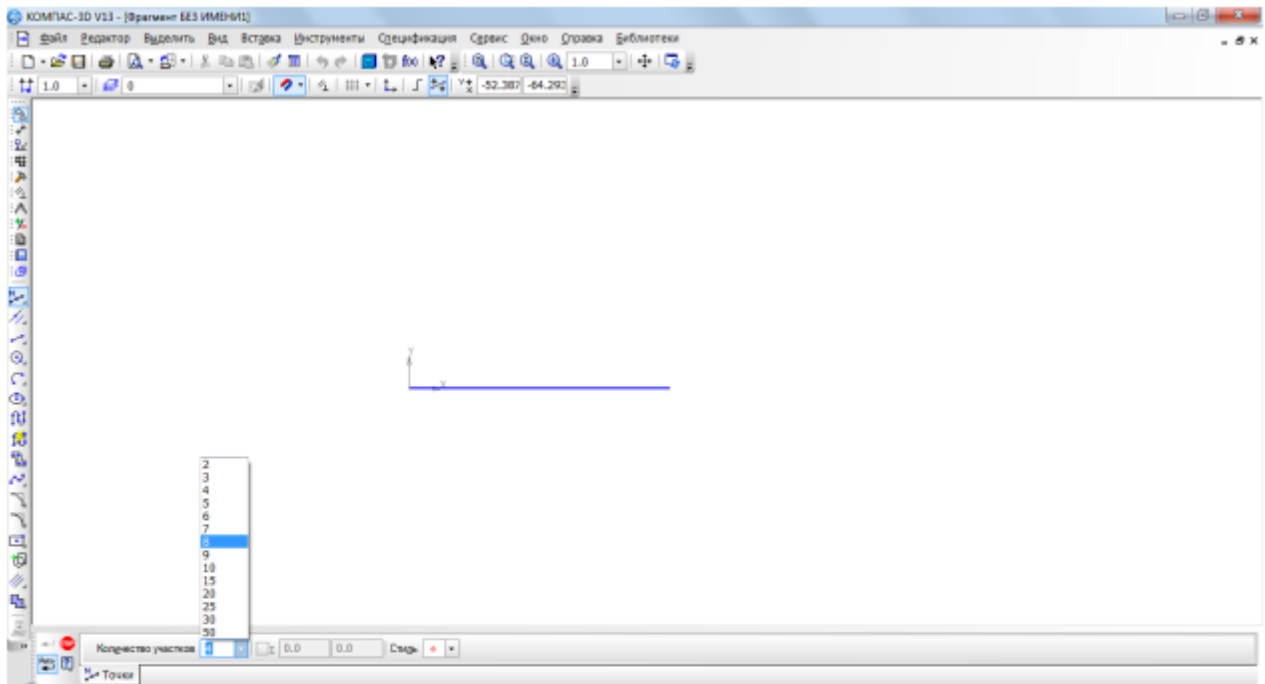

Рис. 2
- в поле **Количество участков кривой** панели **Свойств** выберите значение 8, рис. 2 (нужное значение можно ввести в поле с клавиатуры, предварительно активизировав его двойным щелчком ЛКМ);